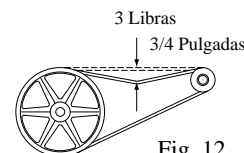

Fig. 12
- **Compruebe la tensión de la correa.** Una fuerza de 3 libras debe desviar la correa 3/4 pulgadas (véase fig. 12). Ajuste la correa si es necesario.